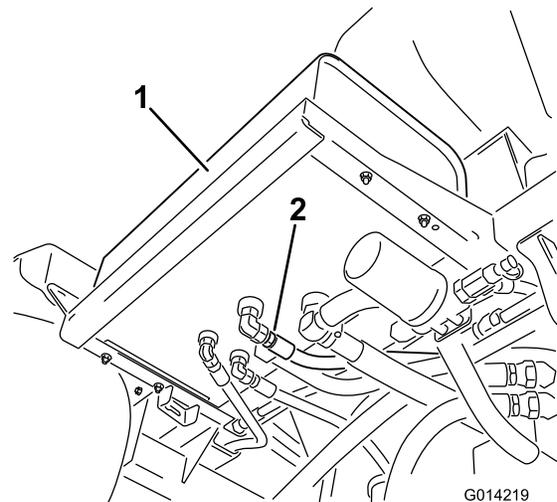

Figura 72
2. Limpie la zona alrededor del acoplamiento de una de las mangueras hidráulicas, en la parte inferior del depósito de aceite hidráulico (Figura 72).
4. Retire el acoplamiento de manguera del depósito y deje fluir el aceite al recipiente (Figura 72).